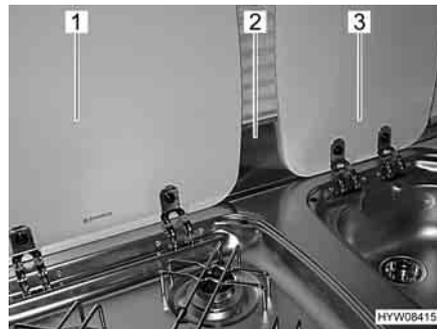

Fig. 127 Lastra proteggifiamma e coperture
Prima della cottura, agganciare la lastra proteggifiamma (Fig. 127,2) al telaio della finestra. La lastra proteggifiamma copre così l'area tra le coperture del lavandino (Fig. 127,3) e il fornello a gas (Fig. 127,1).
- Agganciare la lastra proteggifiamma (Fig. 127,2).
- Aprire la copertura del fornello a gas (Fig. 127,1).